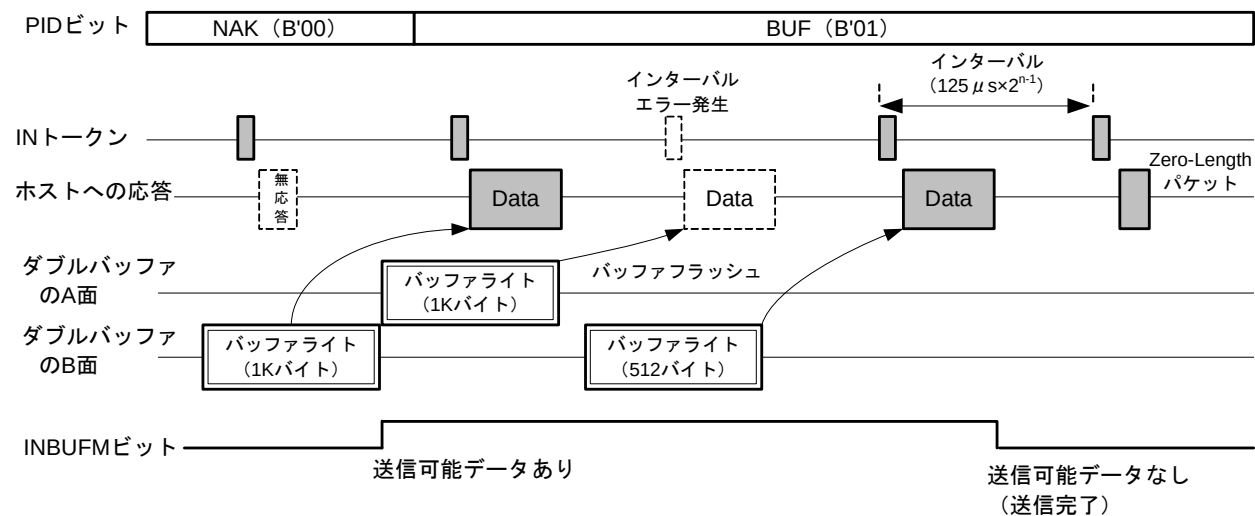

図7 アイソクロナス IN 転送の動作例
表 1 にパイプ 1 を使用したアイソクロナス IN 転送の設定例を、図 7 に表 1 の設定値で転送を行った場合の動作例を示します。ダブルバッファを有効にしています。また、バッファへの書き込みは DMA 転送を前提にしているため BRDY 割り込みおよび BEMP 割り込みは使用しません。各設定項目の詳細については、以下の (1) ～ (7) を参照してください。